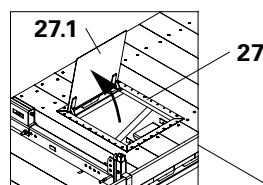

Fig. A2.04a
- Posizionare la botola 55 x 60 a ribalta (27) nell'apposita apertura. La botola (27.1) si apre verso il lato parete. (Fig. A2.04a)
- Avvitare il telaio della botola all'impalcato con ca. 20x TSS-TORX 6 x 40 (22).